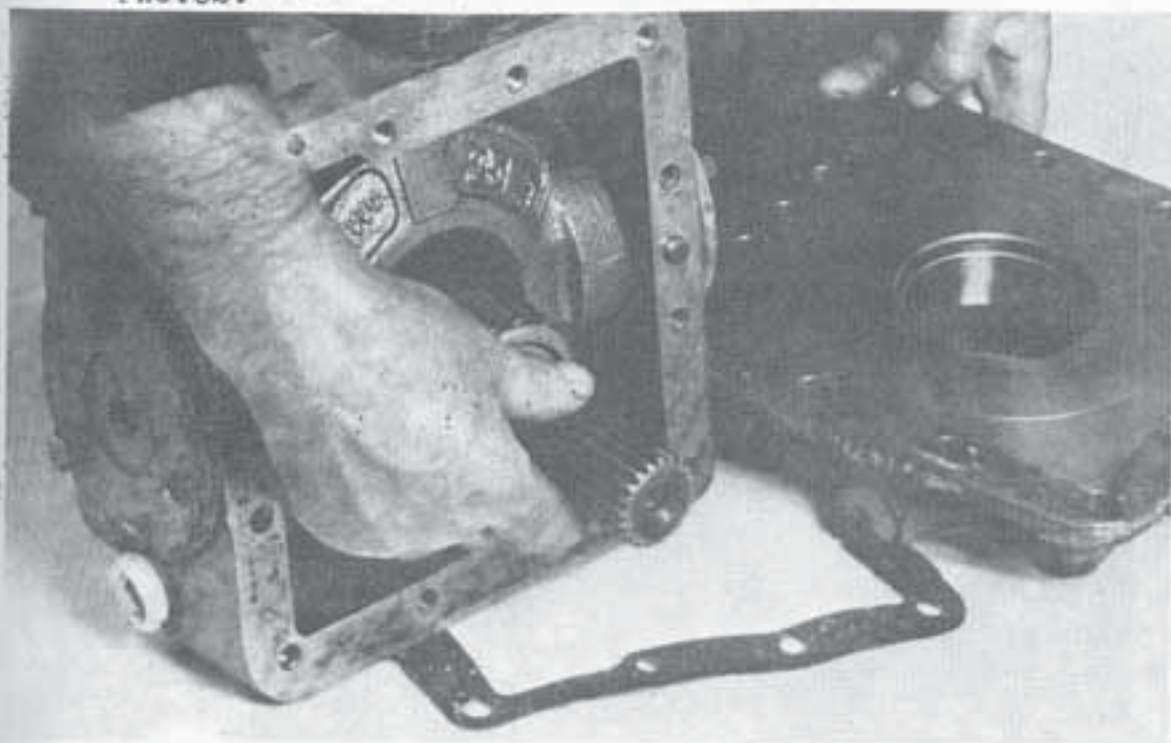

Рис.61.
1. Потом ослаби болты передней крышки и сними переднюю крышку вместе с плоским уплотнением. После этого можно выбрать вал вместе с подшипником. Если подшипник поврежден, необходимо наружное кольцо подшипника в передней крышке также сменить. Рис.61.